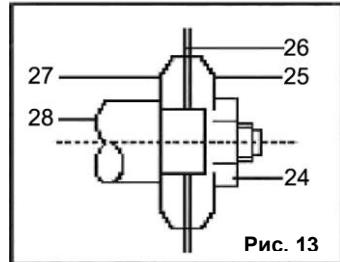

Рис. 13
- Двумя гаечными ключами (поставляемыми в комплекте) ослабить (левосторонняя резьба) гайку (24, Рис.13)
- Снять внешний фланец (25, Рис.13), затем – режущий диск (26, )